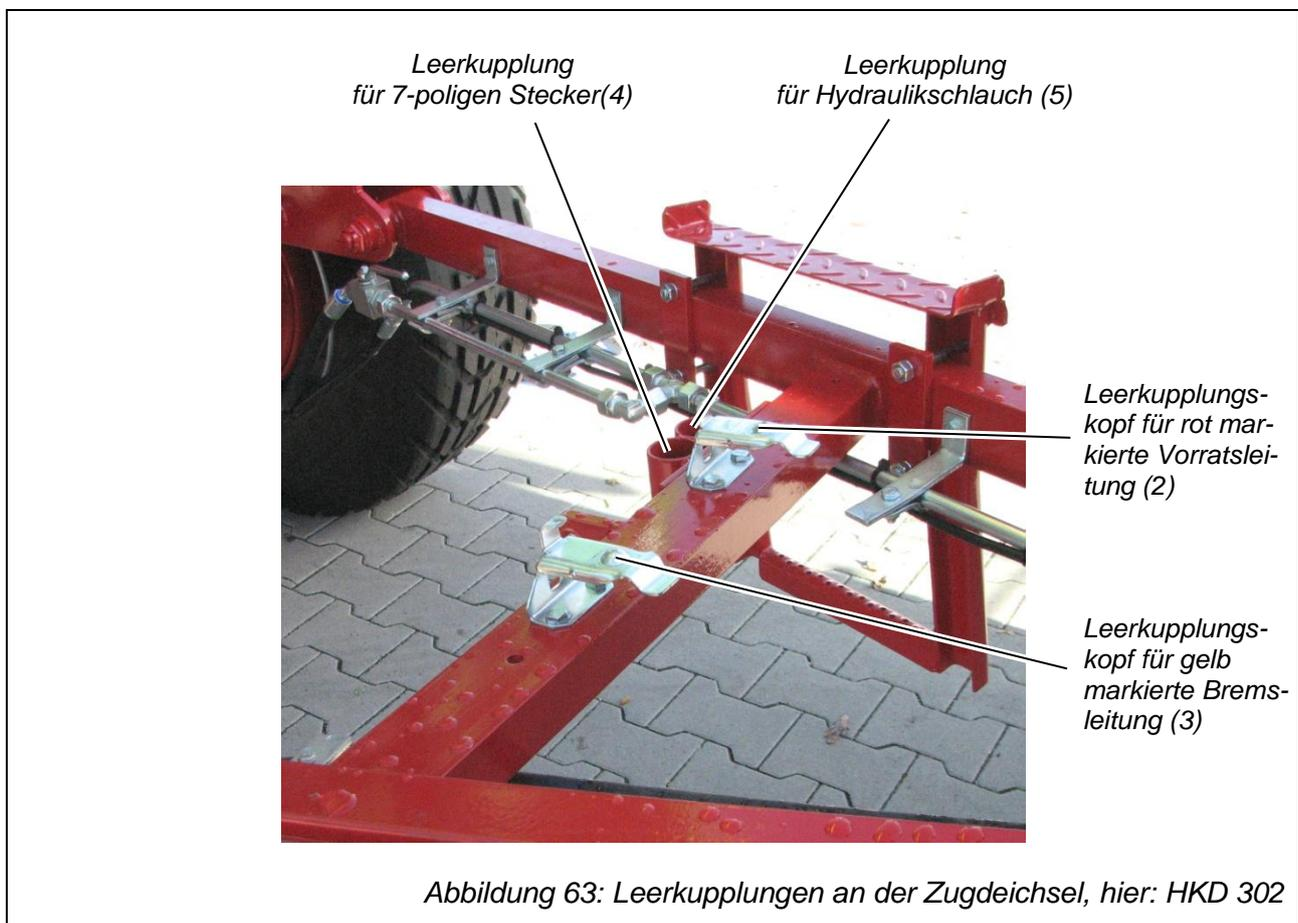

Abbildung 63: Leerkupplungen an der Zugdeichsel, hier: HKD 302
- Erst dann die gelb markierte Bremsleitung (3) abziehen.
- ⇒ Legen Sie den Unterlegkeil (35) an geeigneter Stelle an einen Reifen an.
- ⇒ Entriegeln Sie den Hydraulikstecker des Hydraulikschlauchs (5) aus der Steckdose des Steuergeräts am Zugfahrzeug.
- ⇒ Stecken Sie den Hydraulikstecker des Hydraulikschlauchs (5) in seine Leerkupplung an der Zugdeichsel (siehe Abbildung 45, Seite 75, und Abbildung 63).
- ⇒ Ziehen Sie den 7-poligen Stecker (4) des Kippanhängers vom Zugfahrzeug ab und stecken Sie ihn in seine Leerkupplung an der Zugdeichsel (siehe Abbildung 45, Seite 75, und Abbildung 63).
- ⇒ Ziehen Sie die rot markierte Vorratsleitung (2) des Kippanhängers vom Zugfahrzeug ab und stecken Sie die
Vorratsleitung (2) in ihren Leerkupplungskopf an der Zugdeichsel (siehe Abbildung 45, Seite 75, und Abbildung 63, Seite 110).
- ⇒ Ziehen Sie die gelb markierte Bremsleitung (3) des Kippanhängers vom Zugfahrzeug ab und stecken Sie die Bremsleitung (3) in ihren Leerkupplungskopf an der Zugdeichsel (siehe Abbildung 45, Seite 75, und Abbildung 63, Seite 110).